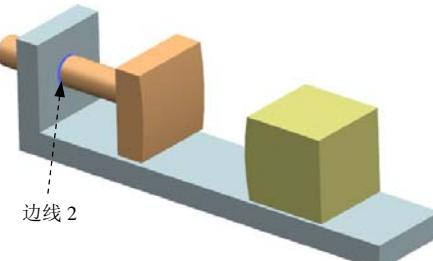

图 6.7.5 定义基本对象
(4) 定义基本对象。单击“弹簧”对话框**基本**区域中的 **\*选择连杆 (O)** 按钮，选取连杆 1 (固定基座) 为基本连杆；单击**基本**区域中的 **指定原点** 按钮，在右侧下拉列表中选取“圆弧中心”
④ 选项，在模型中选取图 6.7.5 所示的边线 2 为原点参考。